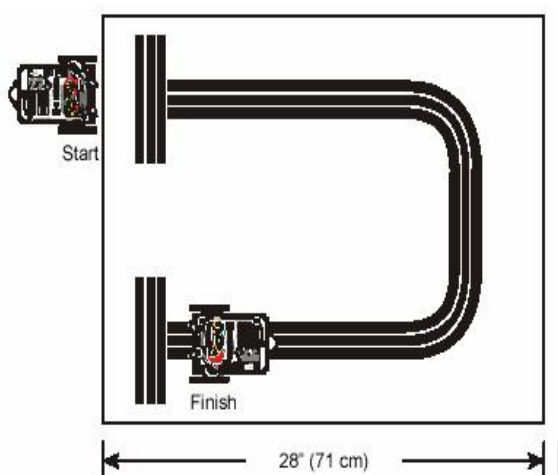

图6-7 条纹带跟踪
(1) 一张招贴板——大概尺寸：22 X 28 英寸 (56 X 71 cm)
(2) 1/4英寸 (19 mm) 宽黑色聚乙烯绝缘带一卷
- 参考图6-7用白色招贴板和绝缘带搭建运行路径
- 将机器人放在图 6-7 所示的“Start”位置，机器人将静止。如果你把手放在 IR 组前面，然后它会向前移动，当它走过了开始的条纹带时，把手移开，它会沿着条纹带行走。当它看到“Finish”条纹带时，它应该停止不动